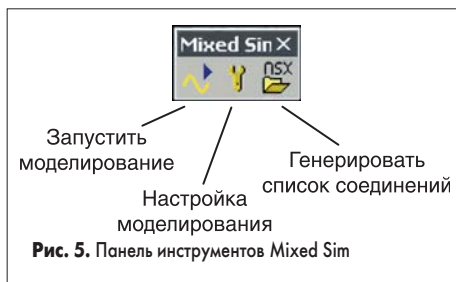

Рис. 5. Панель инструментов Mixed Sim
- С помощью команды меню View/Toolbars/Mixed Sim включим панель инструментов Mixed Sim (рис. 5). В отличие от окна Design/Simulate/Mixed Sim расположенные здесь кнопки позволяют независимо выполнять три этапа подготовки к моделированию: на-